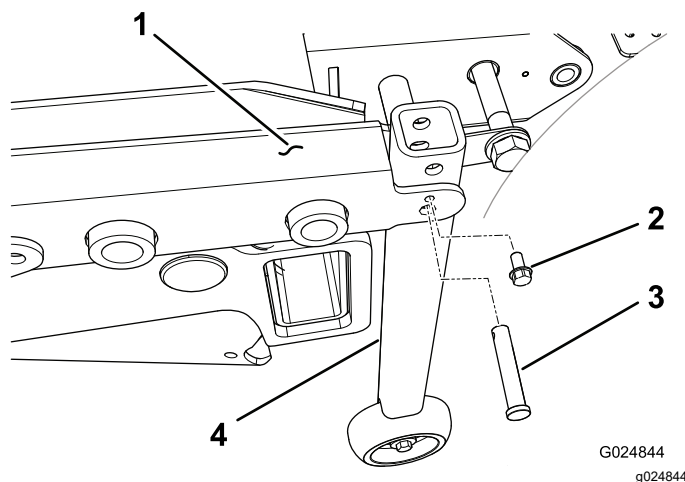

Bild 47
2. Befestigen Sie an Maschinen mit Seriennummern bis 312999999, die vertikale Rohrstütze mit einem Lastösenbolzen und einer Blehschraube ($\frac{1}{4}$ ") an jeder hinteren Kante des Mähwerkrahmens (Bild 47).